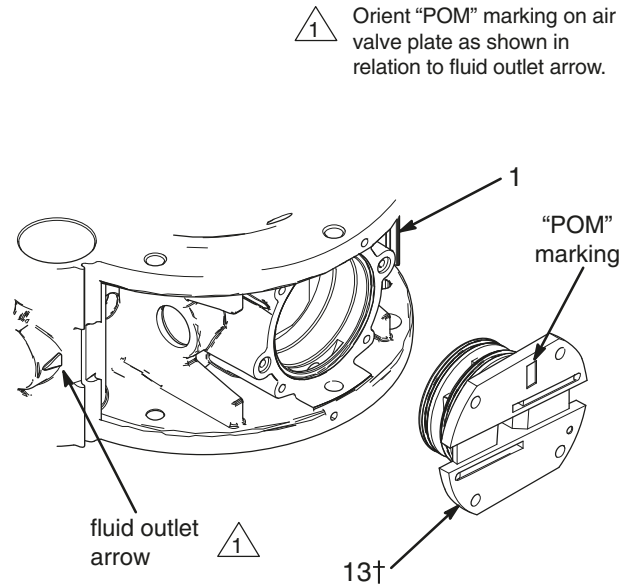
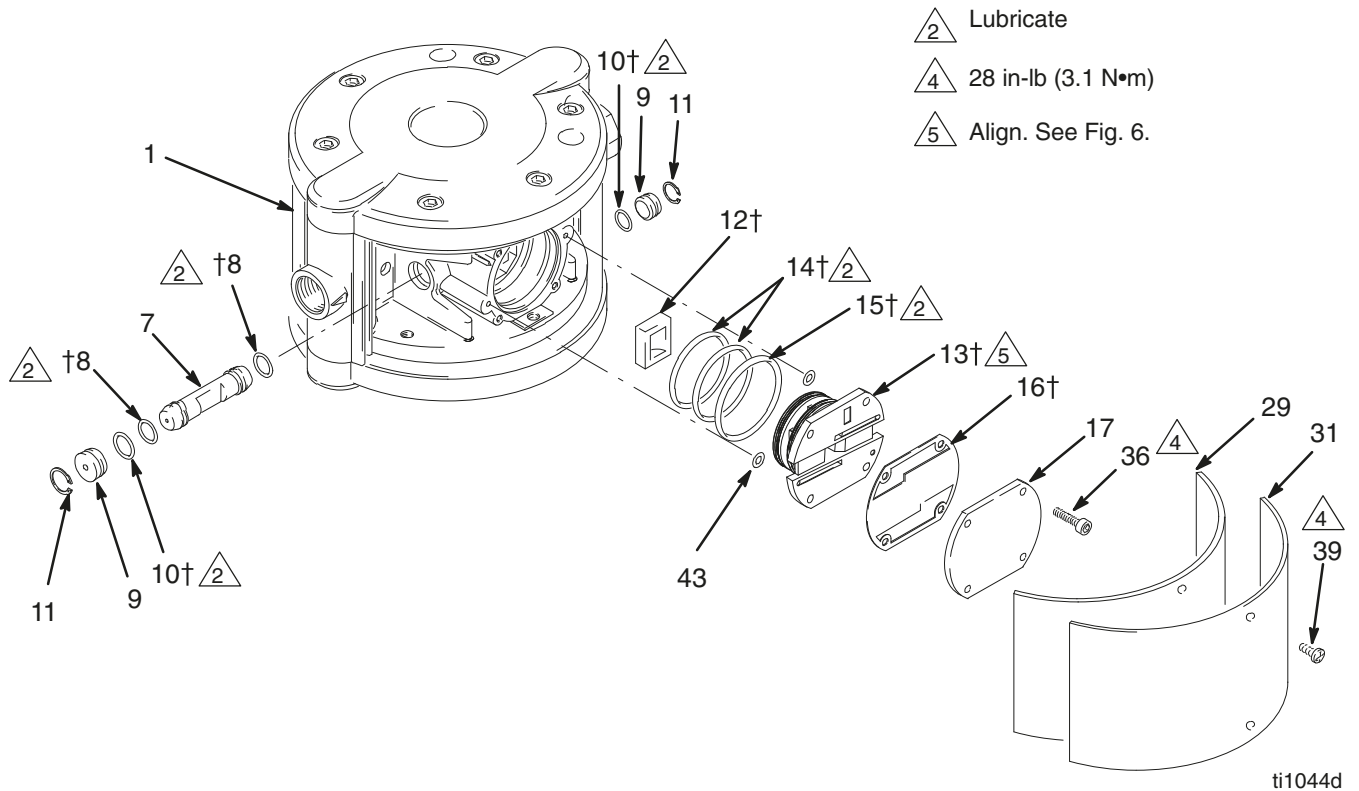

图 6
图 7
1. 卸下侧覆盖件 (31) 和毛毡阻尼器 (29)。
2. 卸下 4 个螺丝 (36)、空气阀盖 (17) 和垫圈 (16)。见图 7。
3. 见图 6。注意空气阀板 (13) 的方向与流体出口箭头一致，标记为 “POM”。将空气阀板从中央壳体 (1) 拉出。将空气阀板上的 3 个 0 形圈 (14, 15) 和 2 个 0 形圈 (43) 卸下。见图 7。
4. 将空气阀杯 (12) 从中央壳体 (1) 卸下。
5. 将两侧扣环 (11) 及插塞 (9) 卸下，将支架 (7) 从中央壳体 (1) 滑出。从支架和插塞卸下 0 形圈 (8, 10)。
1. 润滑 O 形圈 (8†)，并将其安装在支架上 (7)。将支架推入中央壳体 (1)，以便凹口如图 7 所示正面向外。
2. 润滑每个 O 形圈 (10†)，并将它们安装在插塞 (9) 上。在支架 (7) 每侧插入一个插塞，以将其固定。安装扣环 (11) 以固定这些零部件。
3. 将空气阀杯 (12†) 安装在支架 (7) 的凹口上，以便让开口侧正面向外。
4. 在空气马达的镗孔上安装两个 O 形圈 (43)。
5. 润滑一个大的 O 形圈 (15†) 和两个小的 O 形圈 (14†)，并将它们安装在空气阀板 (13†) 上。如图 6 所示，将阀板上的点与中央壳体 (1) 上的箭头对齐。将阀板安装到壳体中。
7. 重新安装空气阀盖 (17) 和螺丝 (36)。拧紧螺丝，使扭矩达到 28 英尺-磅 (3.1 牛·米)。
9. 重新安装毛毡阻尼器 (29) 和侧覆盖件 (31)。参见第 14 页。